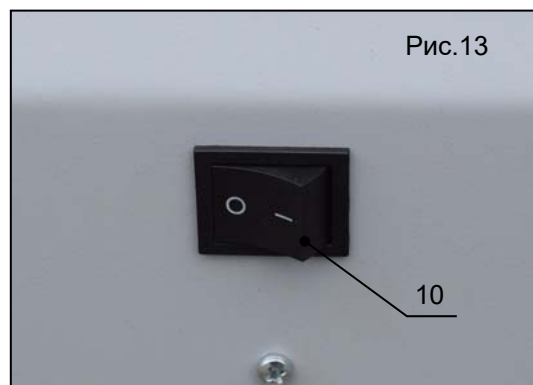

Рис.13
1. Для того чтобы включить станок необходимо выключатель (поз.10, рис.13) перевести в положение «I».
2. Для того чтобы выключить станок необходимо выключатель (поз.10, рис.13) перевести в положение «O».